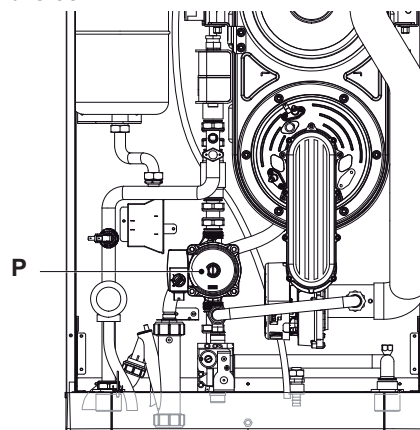
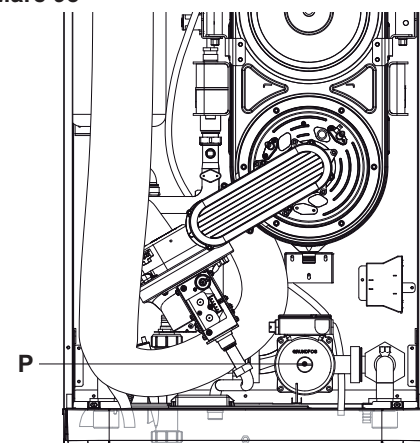

Fig. 6.2
Fig. 6.3
- Quite el tapón (P) mostrado en la Fig. 6.2 y en la Fig. 6.3 y desbloquee la bomba girando el rodete con un destornillador.